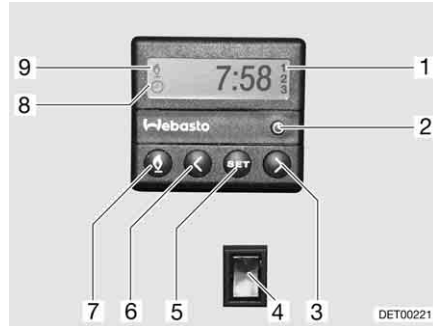

Fig. 154 Centralina di controllo per riscaldamento fisso
- Premere il tasto (Fig. 154,7). Il funzionamento del riscaldamento viene indicato con il simbolo (Fig. 154,9). La ventola viene inserita solo quando la temperatura dell'acqua di raffreddamento è pari a 30 °C.
- Premere il tasto (Fig. 154,7). Il simbolo (Fig. 154,9) si spegne.
- Premere l'interruttore (Fig. 154,4) in basso. Il motore viene preriscaldato. La ventola viene inserita immediatamente.
- Premere l'interruttore (Fig. 154,4) in alto. Il motore rimane freddo.
- Premere il tasto (Fig. 154,2). L'impostazione dell'ora viene indicata con il simbolo (Fig. 154,8).
- Impostare l'ora con i tasti (Fig. 154,3 e 6).
- Premere il tasto (Fig. 154,5).
- Impostare l'orario di accensione con i tasti (Fig. 154,3 e 6) entro 10 secondi.
- Premere il tasto (Fig. 154,5) fino a che nel display (Fig. 154,1) non appare il numero di programmazione desiderato.